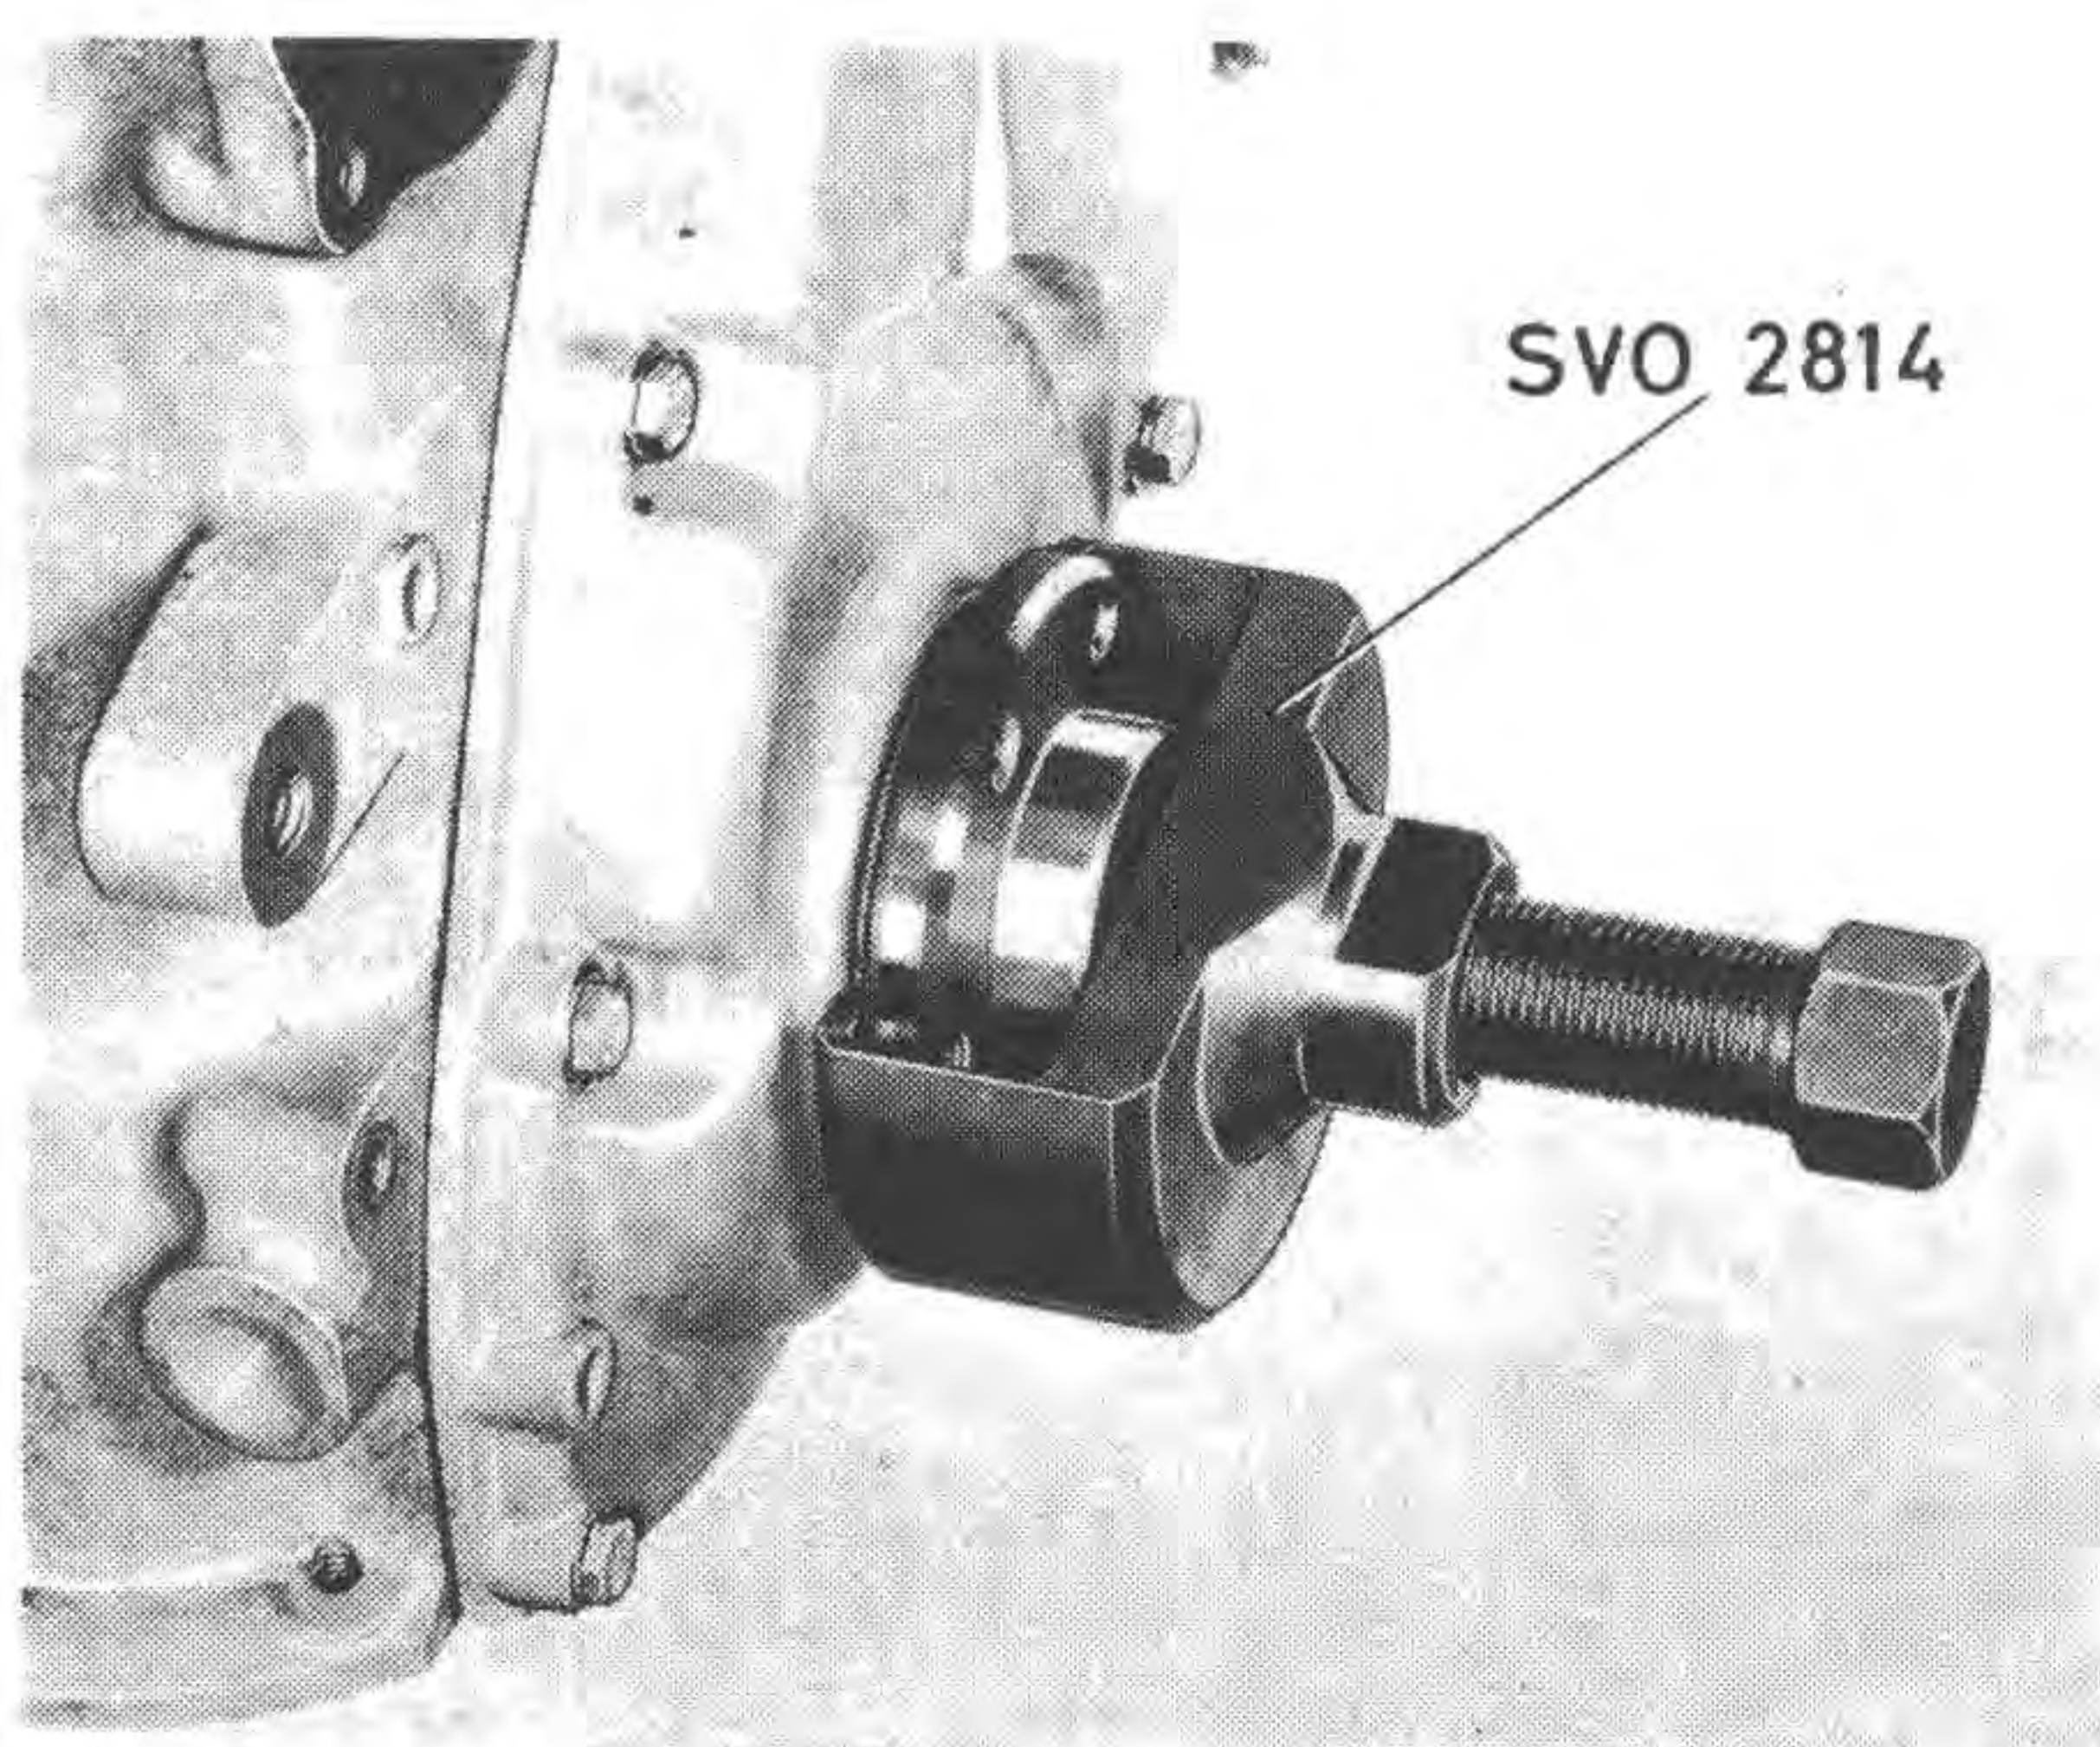

Bild 49. Demontering av polygonnav
3. Ta bort centrumskraven och demontera polygonnavet med avdragare 2814, se bild 49. (Prova först om polygonnavet går att dra av för hand).